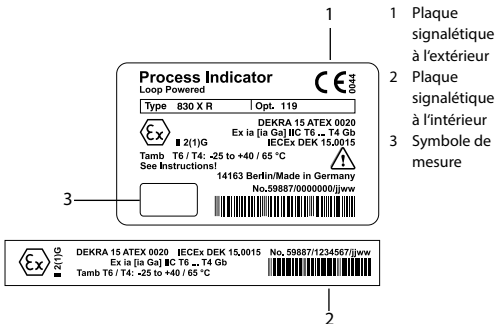

Fig. 5.6 Plaque signalétique (exemple)
- Coller le symbole de mesure dans le rectangle prévu à cet effet sur la plaque signalétique (voir Fig. 5.6).